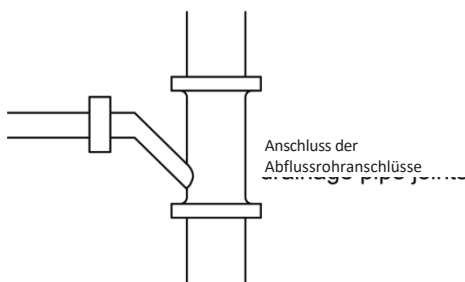

Abb. 4.13
- 8 Das horizontale Rohr kann auf gleicher Höhe an das vertikale Rohr angeschlossen werden; wählen Sie die Anschlussart wie in den Abb. 4.13 bis 4.15 dargestellt.
- ①: Anschluss der Abflussrohrverbindungen (Abb. 4.13)